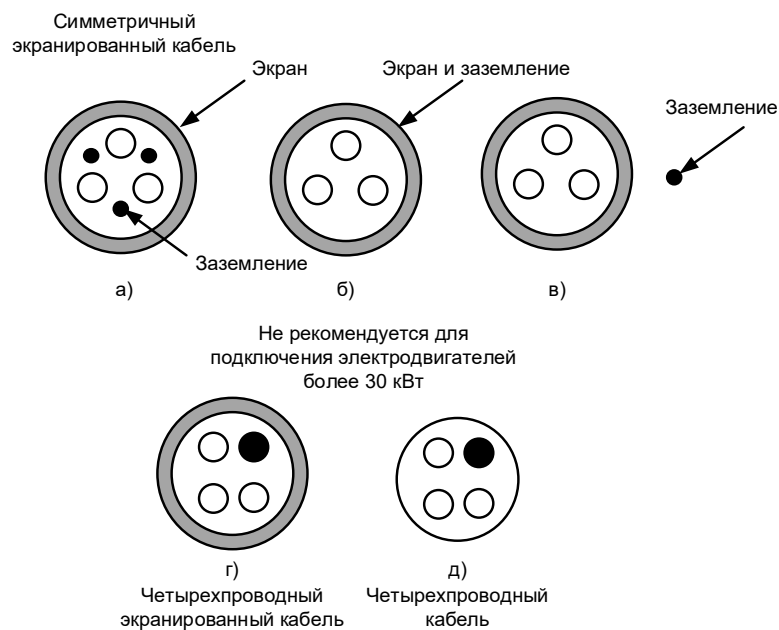

Рисунок 4-23 Типы силовых кабелей
- Для обеспечения меньшего уровня электромагнитного излучения необходимо использовать экранированные силовые кабели с симметричными заземляющими проводниками (Рисунок 4-23);
Использование для подключения двигателя симметричного экранированного кабеля (Рисунок 4-23, а) по сравнению с четырехпроводным обеспечивает меньший уровень электромагнитного излучения всей системы электропривода, а также меньшие токи через подшипники двигателя и их износ. Для эффективного подавления электромагнитных помех проводимость экрана должна составлять не менее 1/10 проводимости фазного проводника.
При использовании экрана кабеля в качестве проводника защитного заземления (Рисунок 4-23, б) его сечение должно соответствовать значениям, указанным в таблицах 4-2~4-5. При невыполнении этого условия рекомендуется использовать кабель с симметричными проводниками защитного заземления (Рисунок 4-23, а) или отдельный проводник заземления (Рисунок 4-23, в).